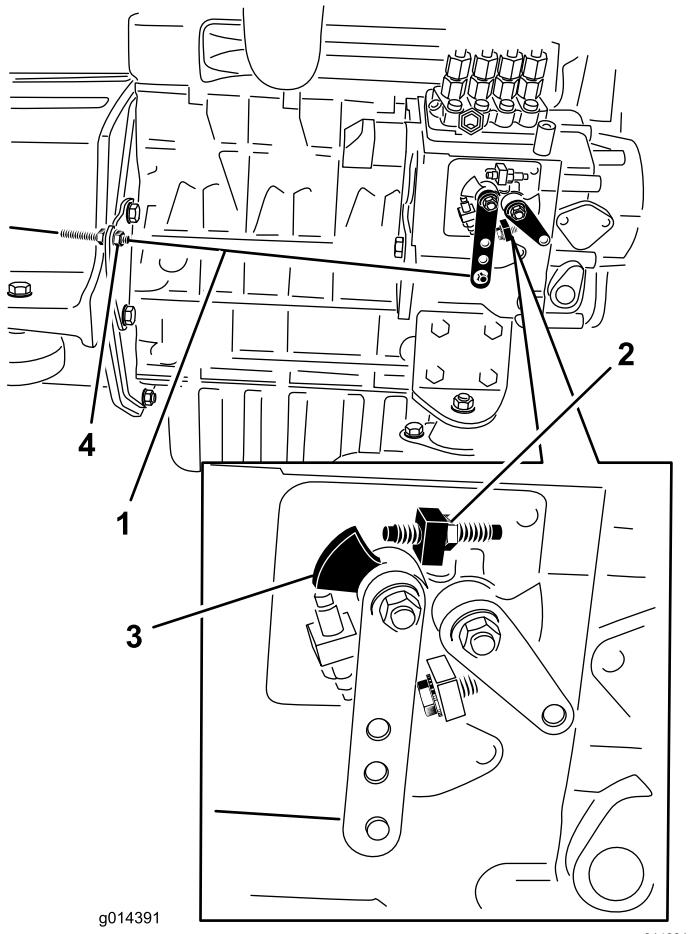

Figura 34
2. Verificate la posizione della leva di selezione della velocità sulla pompa di iniezione del carburante. La leva di selezione della velocità dovrebbe venire a contatto con la vite di velocità elevata quando la leva dell'acceleratore è in posizione di MASSIMA (arresto) (Figura 34).
3. Se necessario, regolate la posizione dei controdadi del cavo di comando dell'acceleratore finché la leva di selezione della velocità non viene a contatto con la vite di velocità elevata quando la leva dell'acceleratore è in posizione di MASSIMA (arresto) (Figura 34).